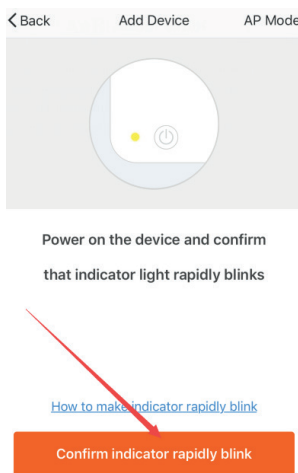

imagen 3
- B. Pulse el botón “Confirmar que el indicador parpadea rápidamente” cuando la luz indicadora del dispositivo parpadee rápidamente, como se muestra en la imagen 3.